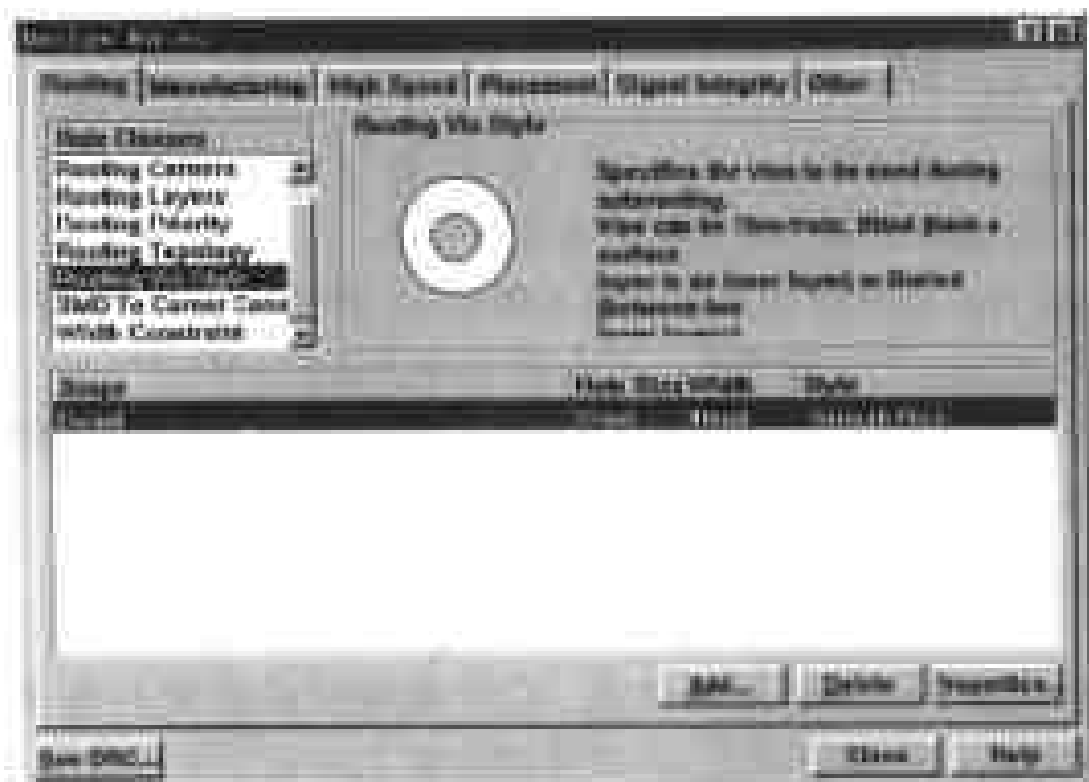

图 9-12 图例 Mounting Via Style
(1) 选择 **Design > Rules**, 弹出 **Design Rules** 对话框, 在对话框中单击 **Routing** 标签, 显示设置布线规则的选项, 然后在 **Rule Classes** 列表框中单击 **Routing Via Style**, 此时的 **Design Rules** 对话框如图 9-12 所示。
(3) 在对话框左边单击 Filter kind 选项的下拉列表框,在弹出的下拉列表中提供了 Whole Board, Net Class, Net, From-To Class, From-To 和 Region 6 个选项,供用户设定要规范哪个范围内的过孔,此选项的取值将反映在 Design Rules 对话框下部方框的 Scope 栏中。
(4) 在对话框右边的 Rule Attributes 选区中单击 Style 选项的下拉列表框,在弹出的下拉列表中提供了 3 个选项,供用户设置过孔形式:
(5) 在 Style 选项的下拉列表框中选择 Through Hole,此选项的取值对应于 Design Rules 对话框下部方框的 Style 栏。
(6) 在 Via Diameter 选项的输入框中输入数值,设置过孔直径,单位是 mil,此选项的设置如图 9-12 所示对话框下部方框中对应着 Width 栏。
(7) 在 Via Hole Size 选项的输入框中输入数值,设置钻孔的直径,单位也是 mil,它的取值在图 9-12 所示对话框下部的方框中对应着 Hole Size 栏。
(8) 设置好各个选项后,单击 OK 命令按钮,返回 Design Rules 对话框,用户所设定的规则就显示在对话框下部的方框中。